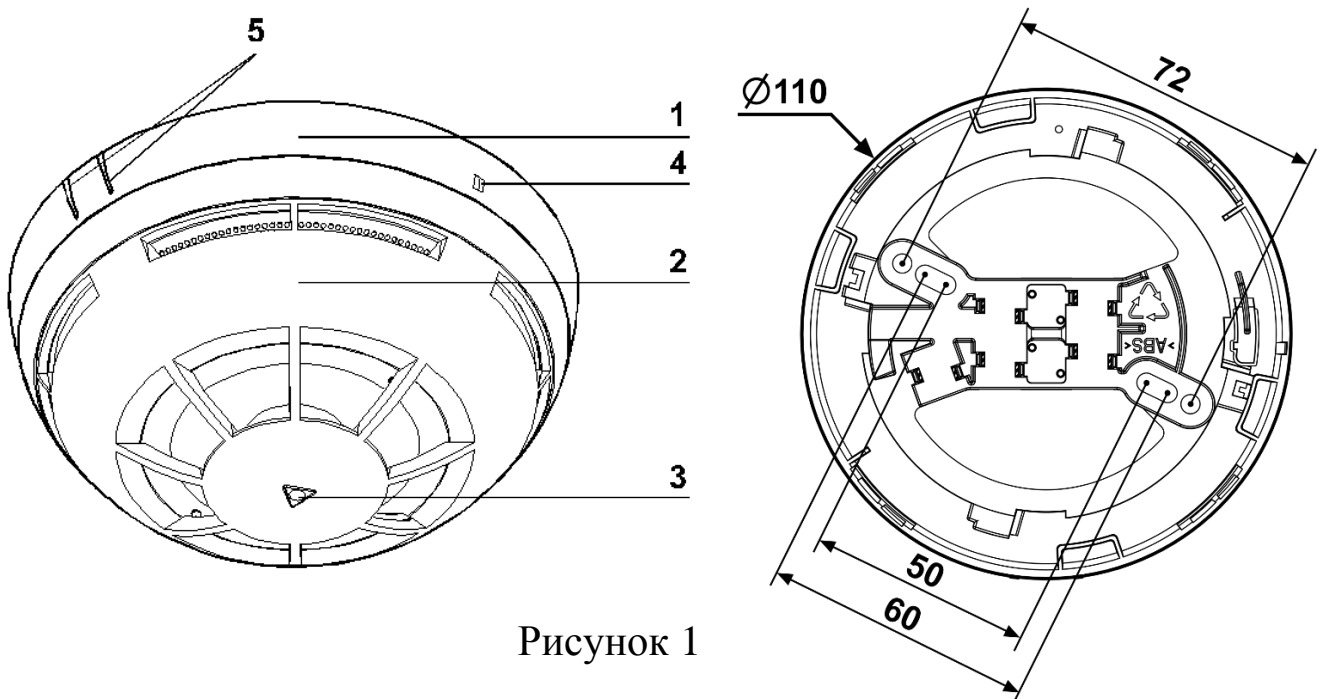

Рисунок 1
5.2 Закрепить базу извещателя двумя шурупами в месте установки извещателя. Разметка крепления базы – см. Рисунок 1. Рекомендуется установка извещателя на горизонтальные поверхности индикатором вниз. При невозможности установки извещателя указанным способом, следует руководствоваться указаниями по размещению пожарных извещателей, изложенными в п.6.6.9 СП 484.1311500.2020.